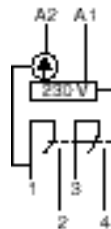

Figura 2: cablagem da bobina com 2 fios
- posição vertical (figura 2): cablagem standard com 2 fios